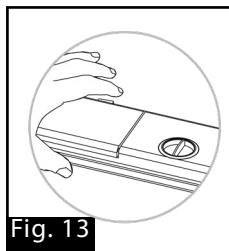

Fig. 13
1. Appuyer sur la touche du compartiment à détergent (Fig. 13).